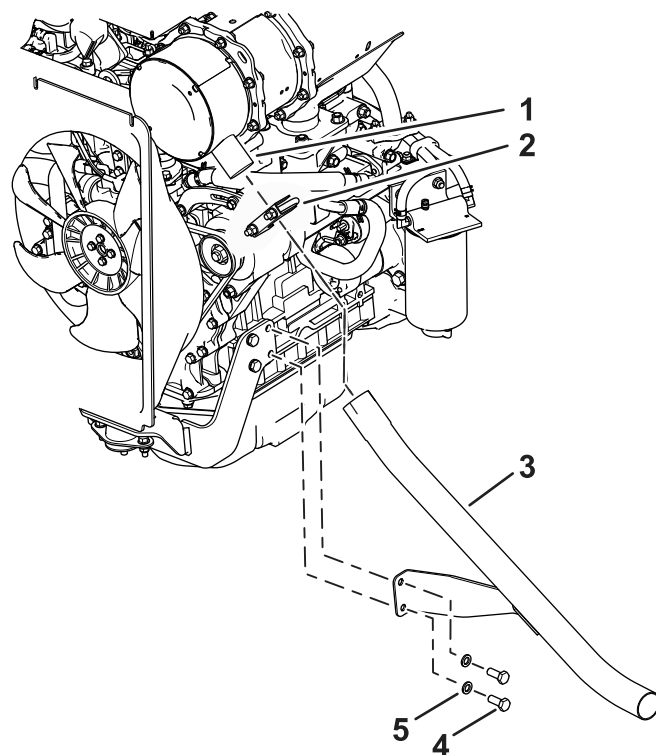

Рисунок 2
2. Ослабьте зажим на глушителе (Рисунок 2).
3. Отверните болты двигателя с шайбами с имеющейся опоры выхлопной трубы (Рисунок 2) и снимите выхлопную трубу.